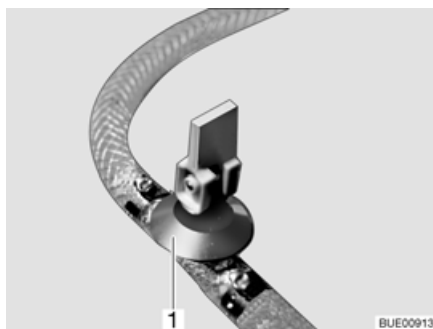

Bild 163 Avtappningskran
- Stäng avtappningskranen/avtappningskranarna. Ställ vipparmen (Bild 163,1) i vågrätt läge.
- Öppna avtappningskranen/avtappningskranarna (Bild 163). Ställ vipparmen (Bild 163,1) i lodrätt läge. Varmvattenberedaren töms utåt.